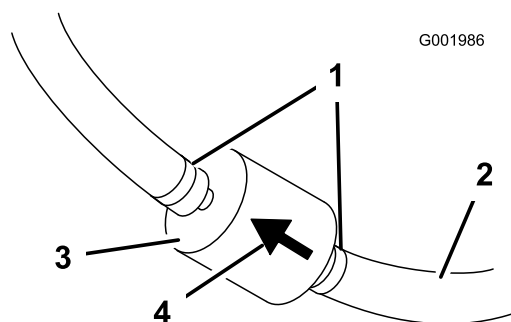

Figura 46
- Premete le estremità delle fascette stringitubo ed allontanatele dal filtro (Figura 46).